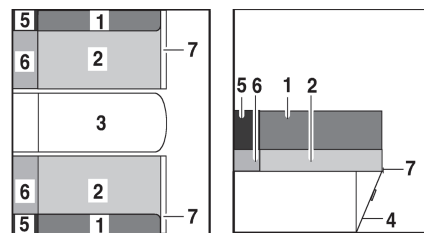

Fig. 98 Después de ampliar
- Abatir la prolongación del banco de asiento (Fig. 98,7) hacia arriba y colocar una cuña con la trampilla (Fig. 98,4).
- Sacar los cojines del respaldo (Fig. 98,1) y los cojines del asiento (Fig. 98,2) sobre la prolongación del banco de asiento.
- Colocar los cojines adicionales (Fig. 98,6) entre los cojines del asiento y la pared exterior.
- Colocar los cojines adicionales (Fig. 98,5) entre los cojines del respaldo y la pared exterior.